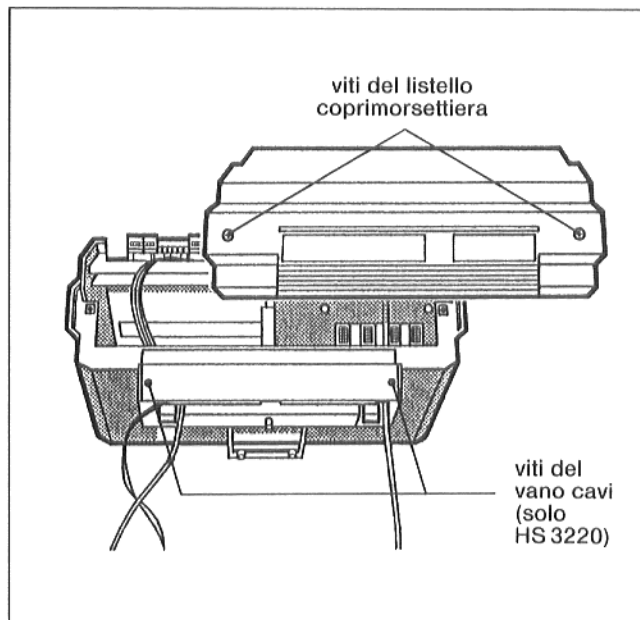

Fig. 22
- Svitare le due viti del listello coprimorsettiera sul regolatore (Fig. 22). Togliere il listello.
Svitare le due viti della mascherina del vano cavi (Fig. 22). Togliere la mascherina.